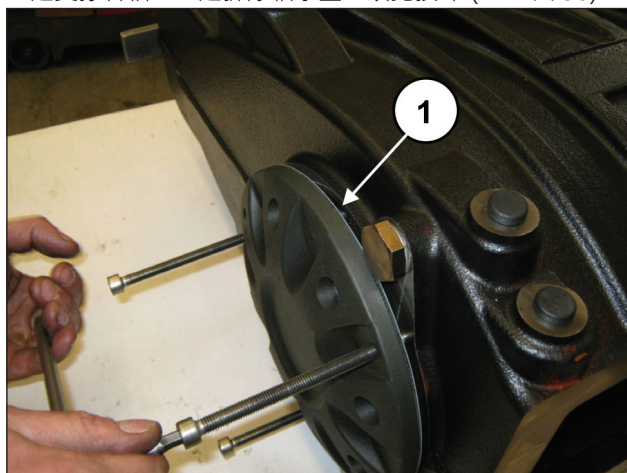

图 29
逐渐拧紧3个M8螺栓 (①, 图 29) , 以防止盖子倾斜过多并在底座上卡住。